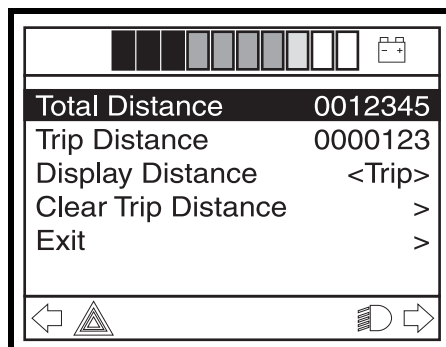

Figure 3. Écran du menu
3. Poussez la manette vers le haut ou le bas pour sélectionner l'option de distance ou poussez la manette vers la gauche ou la droite pour afficher les paramètres de distance. **Voir la figure 3.**